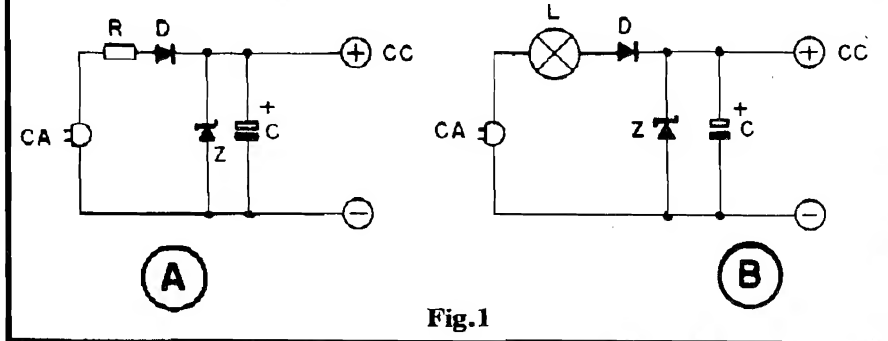

Fig.1
- A fig. 1-A mostra a estrutura convencional de uma Fonte sem transformador, baseada em Resistor/redutor: a "coisa" é muito simples (e o Hobbysta atento já deve ter "presenciado" arranjos do gênero em várias montagens elementares publicadas aqui mesmo, em APE, e em outras Revistas do ramo...): o Resistor R "segura" grande parte da Corrente, limitando-a a níveis aceitáveis para os demais componentes; o Diodo D retifica, o Zener Z estabiliza e o Capacitor C filtra e "armaze-
- Até ai, tudo bem... Se quisermos implementar o arranjo com uma lâmpada (conforme fig. 1-B) temos que saber: o valor ôhmico da dita lâmpada e a sua dissipação... Esse último requisito é de simples resolução, já que a "wattagem" das lâmpadas incandescentes comuns é **justamente** o parâmetro que vem nitidamente inscrito nas ditas cujas! Mas como saber a sua Resistência...? É fácil, também... Basta utilizar uma outra formuleta derivada da velha Lei de Ohm e dos cálculos básicos de Potência elétrica:
A título de "lembraça", notem que se "enfileirarmos", em série, duas lampadinhas (dessas de botar no "Santo Antonio"...) de 5W - 110V, teremos um "Resistor" de 4.840R x 5W, que - a propósito - servirá para o "lugar de R", nos exemplos dados e diagramados na fig. 1 (para uma Fonte com Saída de 12V x 0,02A)! Um resultado também bastante próximo e conveniente poderá ser obtido - em outra opção - com **uma** lâmpada de 10W - 220V (façam os cálculos e comprovem...)!